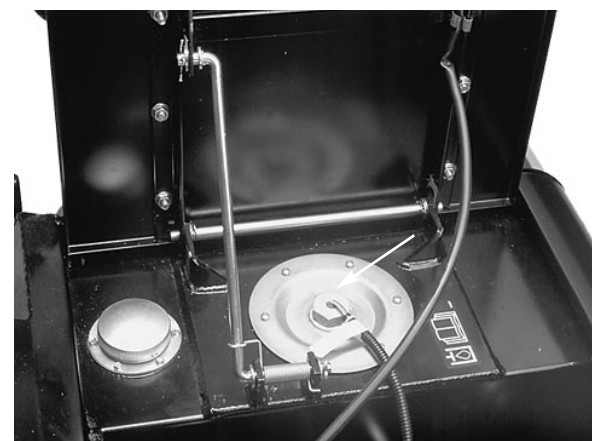

Bild 33
2. Reinigen Sie den Bereich um den Behälterdeckel (Bild 33). Entfernen Sie den Deckel, und füllen Sie Hydrauliköl nach, bis der Ölstand auf Pfeilhöhe im Schauglas steht (Bild 32). Wichtig: Um einer Verunreinigung vorzubeugen, reinigen Sie die Oberseite des Hydraulikölbehälters, bevor Sie diesen öffnen. Stellen Sie sicher, daß Gießkanne und Trichter sauber sind.